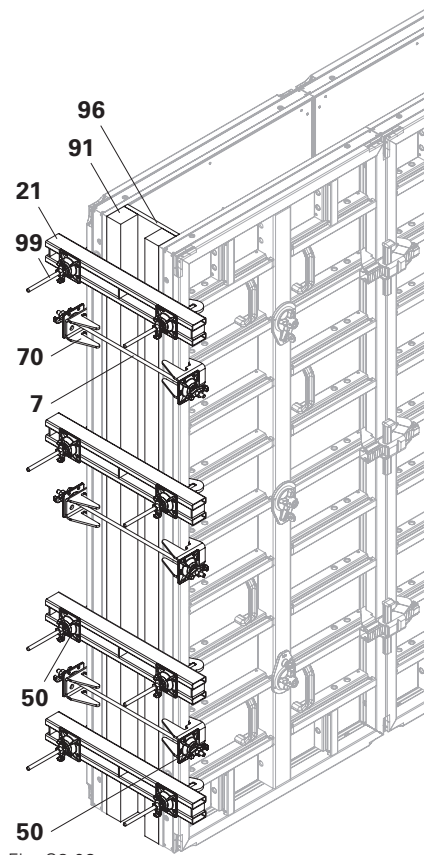
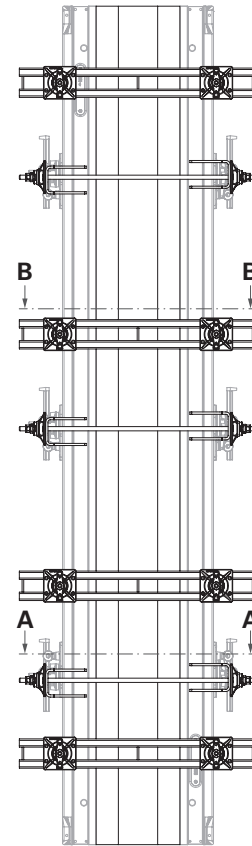

Fig. C8.03
Fig. C8.04
- Shown: 300x120 (Fig. C8.03 + Fig. C8.04)